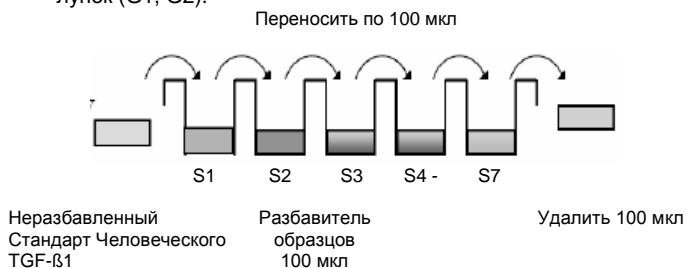

Рисунок 8. Приготовление серийных разведений Стандарта TGF-β1
- d. **Приготовление разведений стандарта в лунках микропланшета** (альтернативно разведения стандарта могут быть приготовлены в пробирках – см. 9.5.1): Внесите по 100 мкл рабочего буфера во все лунки, предназначенные для стандартов. Внесите 100 мкл приготовленного стандарта (см. раздел «Приготовление реагентов», п. 9.5, концентрация = 4000 пг/мл), в дублях, в лунки A1 и A2 (см. Таблицу 1). Перемешайте содержимое лунок A1 и A2 повторным пипетированием (концентрация стандарта 1, S1 = 2000 пг/мл), и перенесите по 100 мкл раствора из лунок A1 и A2 в лунки B1 и B2, соответственно (см. рис. 8). Во время этих манипуляций постарайтесь не поцарапать внутреннюю поверхность лунок. Повторите перенос и разведение стандарта человеческого TGF-β1 еще 5 раз, получив в итоге 2 ряда разведений Стандарта человеческого TGF-β1 в диапазоне 2000 - 31 пг/мл. Удалите по 100 мкл жидкости из последних использованных лунок (G1, G2).